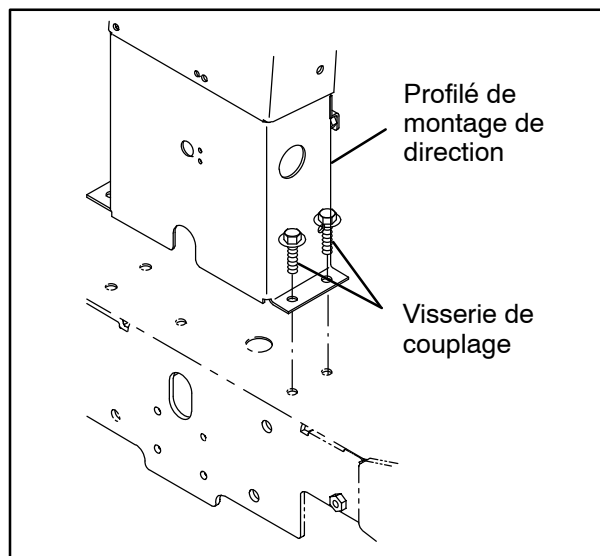

FIG. 59
21. Posez le profilé de montage de direction sur la machine. Serrez la visserie du profilé de montage de direction à 37-48 N.m/27,3-35,4 lb pi. (Figure 59)